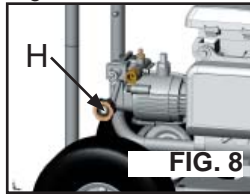

FIG. 8
4. Verifique que la malla del filtro (H) esté en la entrada de agua de la bomba. (Fig. 8)